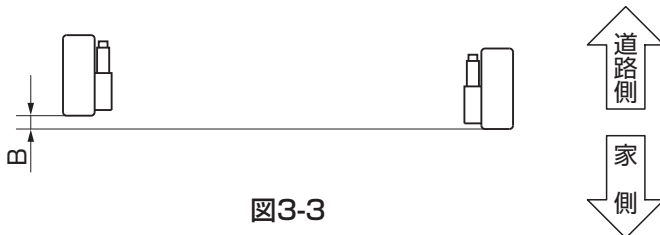

図3-3
- 左右の手動支柱が前後にずれないように施工してください。B寸法は3mm以内(図3-3参照)
③ 柱の平行：G.L.にて測定